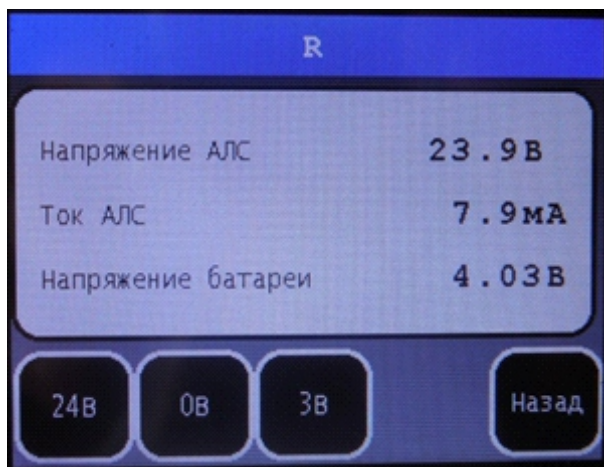

Рисунок 5 – Окно «R»
– «R» – кнопка, открывающая окно «R» (рисунок 5) для измерения сопротивления и тока потребления тестируемого участка АЛС.
В первой строке рабочей области окна «R» (рисунок 5) отображается напряжение, во второй – ток АЛС.